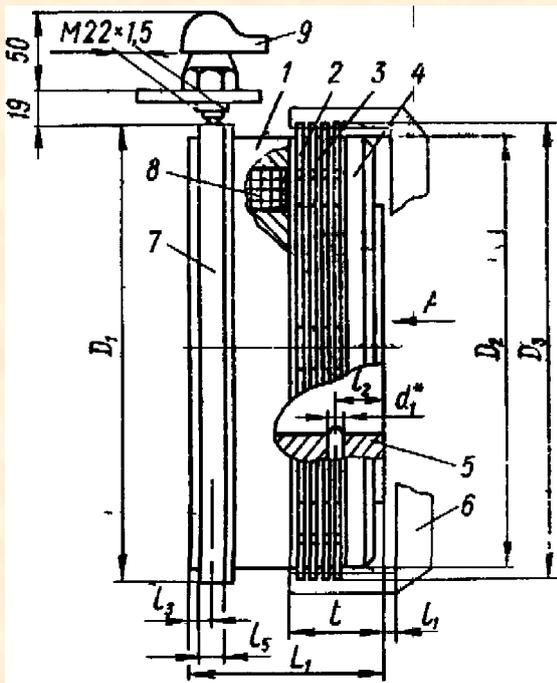
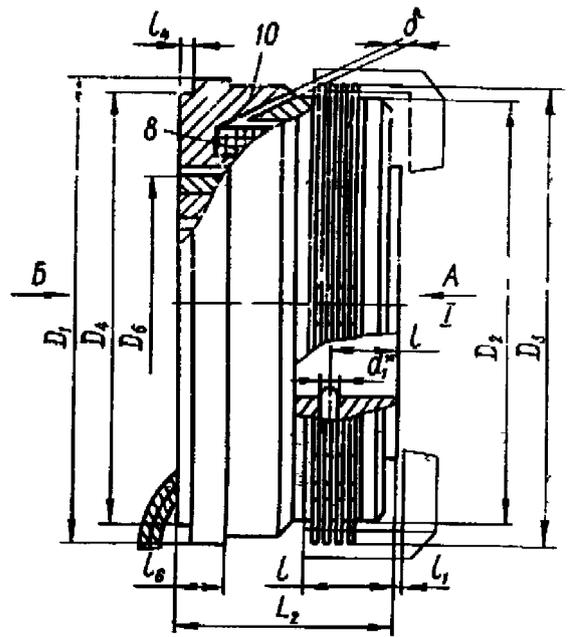

Рис. 1. Муфты контактные:
Рис. 2. Муфты бесконтактные:
2.4. Габаритные, установочные и присоединительные размеры приведены на рис. 1 - 4 и в табл. 3.
I – см. рис. 1; \* 2 отв.; \*\* 3 отв.
I – см. рис. 1; II – см. рис. 2; \* 2 отв.
3.1. Муфта (рис. 1, 2, 3) состоит из следующих основных частей:
Держатель бесконтактной муфты крепится при помощи винтового соединения (отверстие  $d_1$ , рис. 2).
величину зазора  $\delta$  (см. рис. 2 и табл. 3) немагнитным щупом при номинальном напряжении.